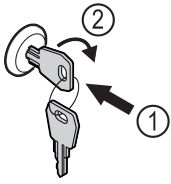

Fig. 122
- ▶ Вдавити ключ. Fig. 122 (1)
- ▶ Повернути ключ на 90° за годинниковою стрілкою. Fig. 122 (2)